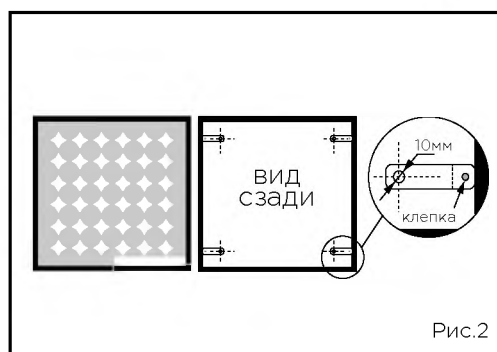

Рис.2
- вытащить с пазов корпуса светильника стекло (на рис.2 для наглядности снято);
2. Для того, чтобы подключить светильник ДВО («Грильято») к электрической сети необходимо (рис.2):